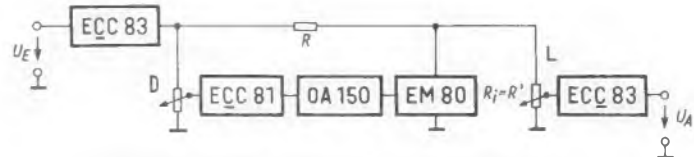

Bild 3. Blockschaltung der vorgeschlagenen Regelung
Bild 3 zeigt die Blockschaltung des Gerätes. Die an der Anode des ersten Triodensystems EC(C) 83 auftretende Spannung gelangt über eine Spannungsteilerschaltung, die aus dem ohmschen Widerstand R und dem Innenwiderstand der Röhre EM 80 besteht, zum Lautstärkeinsteller L und von dort zu einer als Anodenbasistufe geschalteten Triode E(C) 83. Die Regelspannung